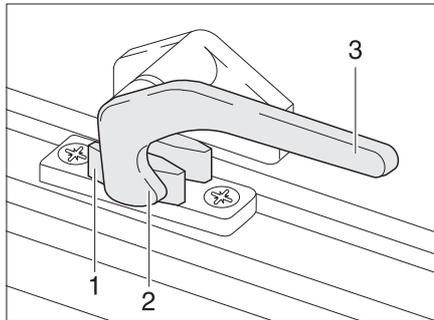

Bild 53 Verriegelungshebel in Stellung "geschlossen"
- Den Verriegelungshebel (Bild 53,3) eine viertel Umdrehung zur Fenstermitte hin drehen.
- Den Verriegelungshebel (Bild 53,3) eine viertel Umdrehung zum Fensterahmen hin drehen. Die Verriegelungsnase (Bild 53,2) liegt auf der Innenseite der Fensterverriegelung (Bild 53,1).
- in Stellung "fest verschlossen" (Bild 53)